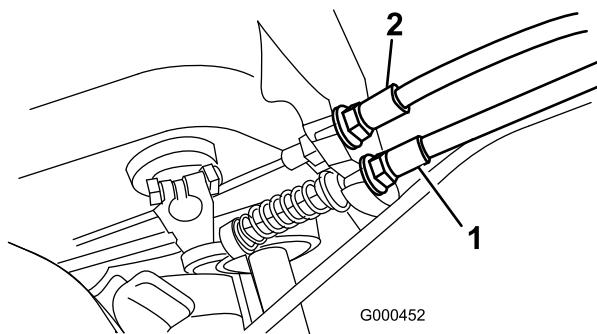

図 35
2. ブレーキ・ケーブルの前ジャム・ナットをゆるめ、後ジャム・ナット（図 35）を締めてケーブルの張りを出し、5~6.3 kgの力でブレーキが作動するようにする。力の計測はレバー・ノブの部分で行う。ブレーキ・バンドが締まりっぱなしにならないよう注意すること。